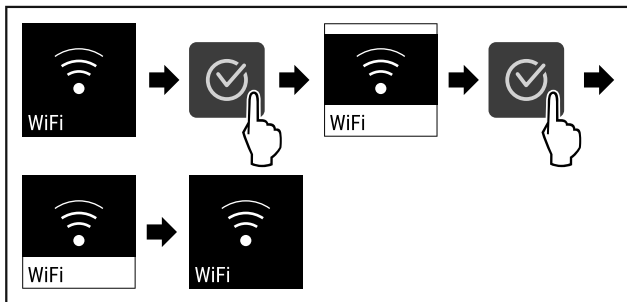

Fig. 77
- ▶ Genomför stegen (se Fig. 77) .